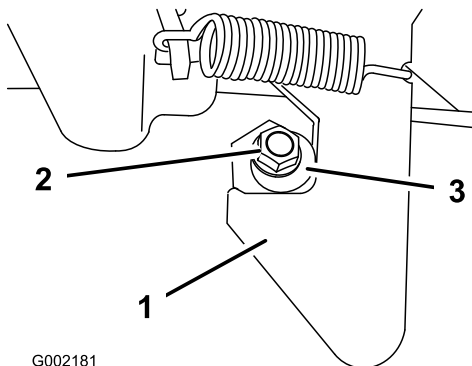

图 68
1. 拧松门锁杆末端的锁紧螺母（图 68）。
2. 顺时针拧锁杆，直到它紧贴在门锁的挂钩部分（图 68）。